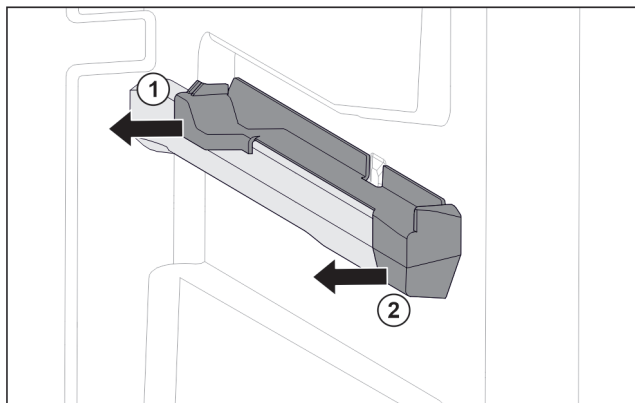

Fig. 84 Natični dio na desnom žlijebu spremnika
- ▶ Skinite natični dio straga u stranu. Fig. 84 (1)
- ▶ Skinite natični dio sprijeda u stranu. Fig. 84 (2)